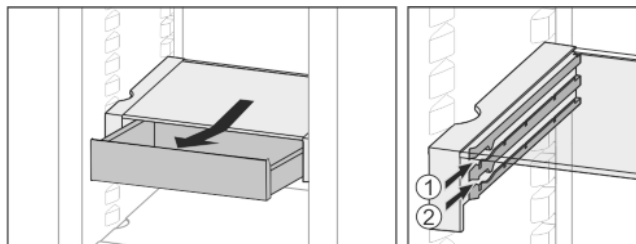

Fig. 23
- In beliebiger Höhe Fig. 23 (1) oder Fig. 23 (2) einschieben.